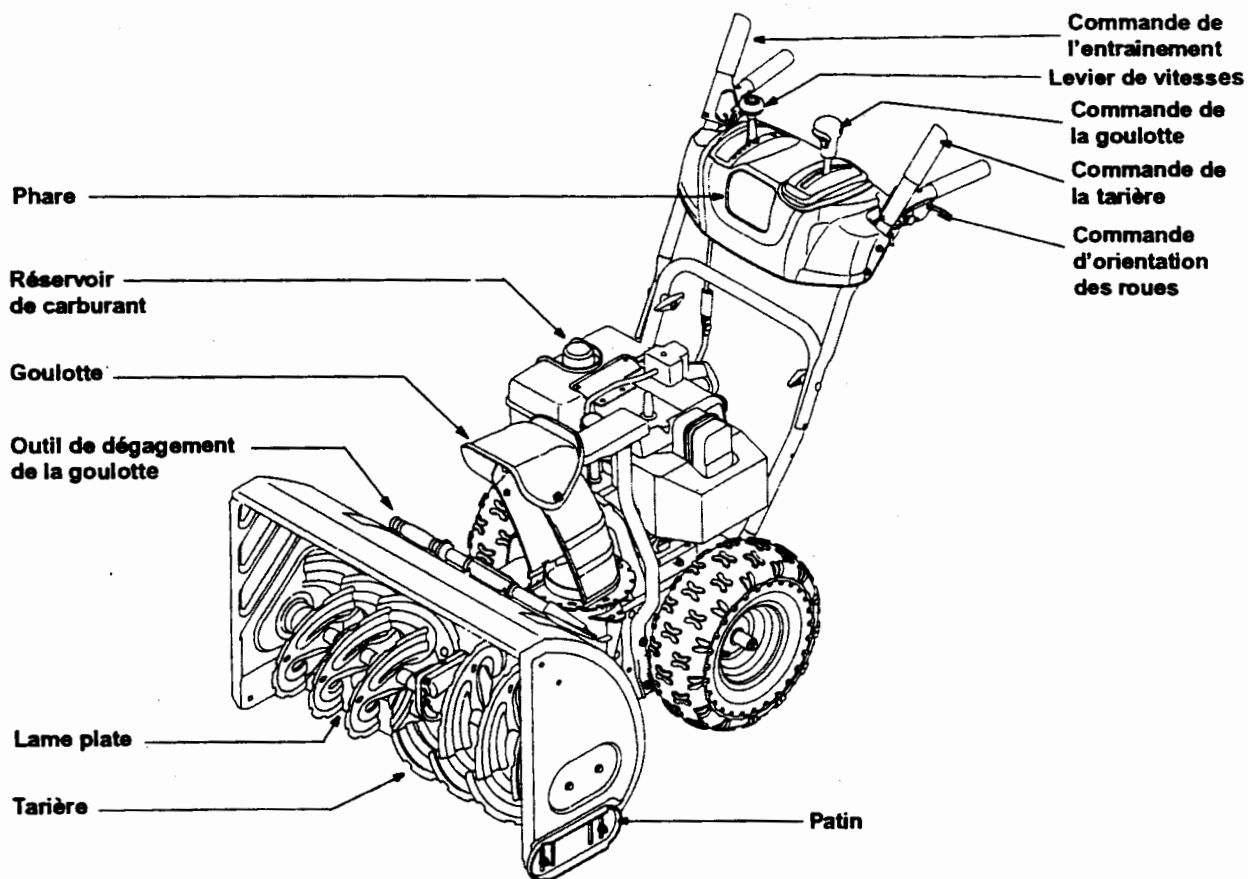

Figure 12
Déterminez l'emplacement de la lame plate et des patins à la Figure 12, page 10. Il est possible d'ajuster l'espace entre la lame plate et le sol. Pour déblayer au ras de sol, réglez les patins à la position basse. Choisissez la position intermédiaire ou haute quand la surface à déblayer est irrégulière.
Lisez ce notice d'utilisation et les règles de sécurité avant d'utiliser votre souffleuse. Comparez la Figure 12 avec votre équipement et familiarisez-vous avec l'emplacement des diverses commandes et autres dispositifs de réglage. Soyez prudent en vous familiarisant avec les commandes et le fonctionnement de la machine. Conservez cette notice d'utilisation à un endroit sûr pour vous y reporter ultérieurement.
7. Pour tourner à droite ou à gauche, pressez les commandes de direction respectives. Voir la Figure 12.